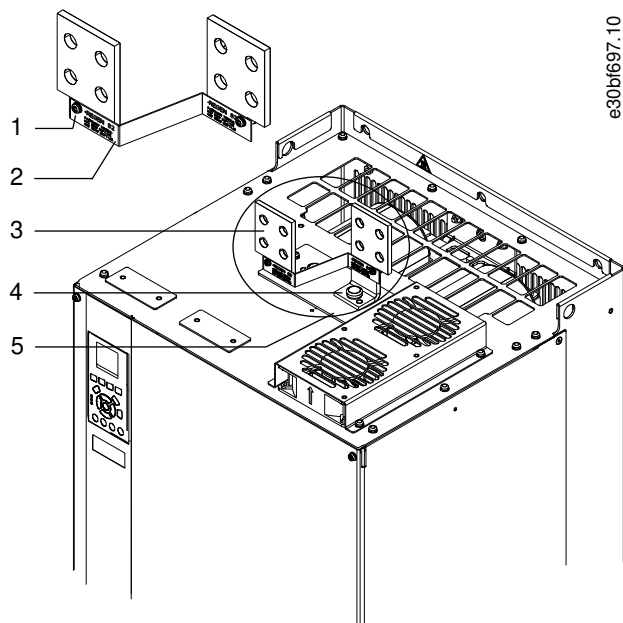

Ilustración 16: Terminales de carga compartida / regeneración
5. Instale la etiqueta en la parte frontal de los terminales, tal y como se muestra en el apartado Ilustración 16. Fijela con dos tornillos M4 a un par de apriete de 1,2 Nm (10 in-lb).